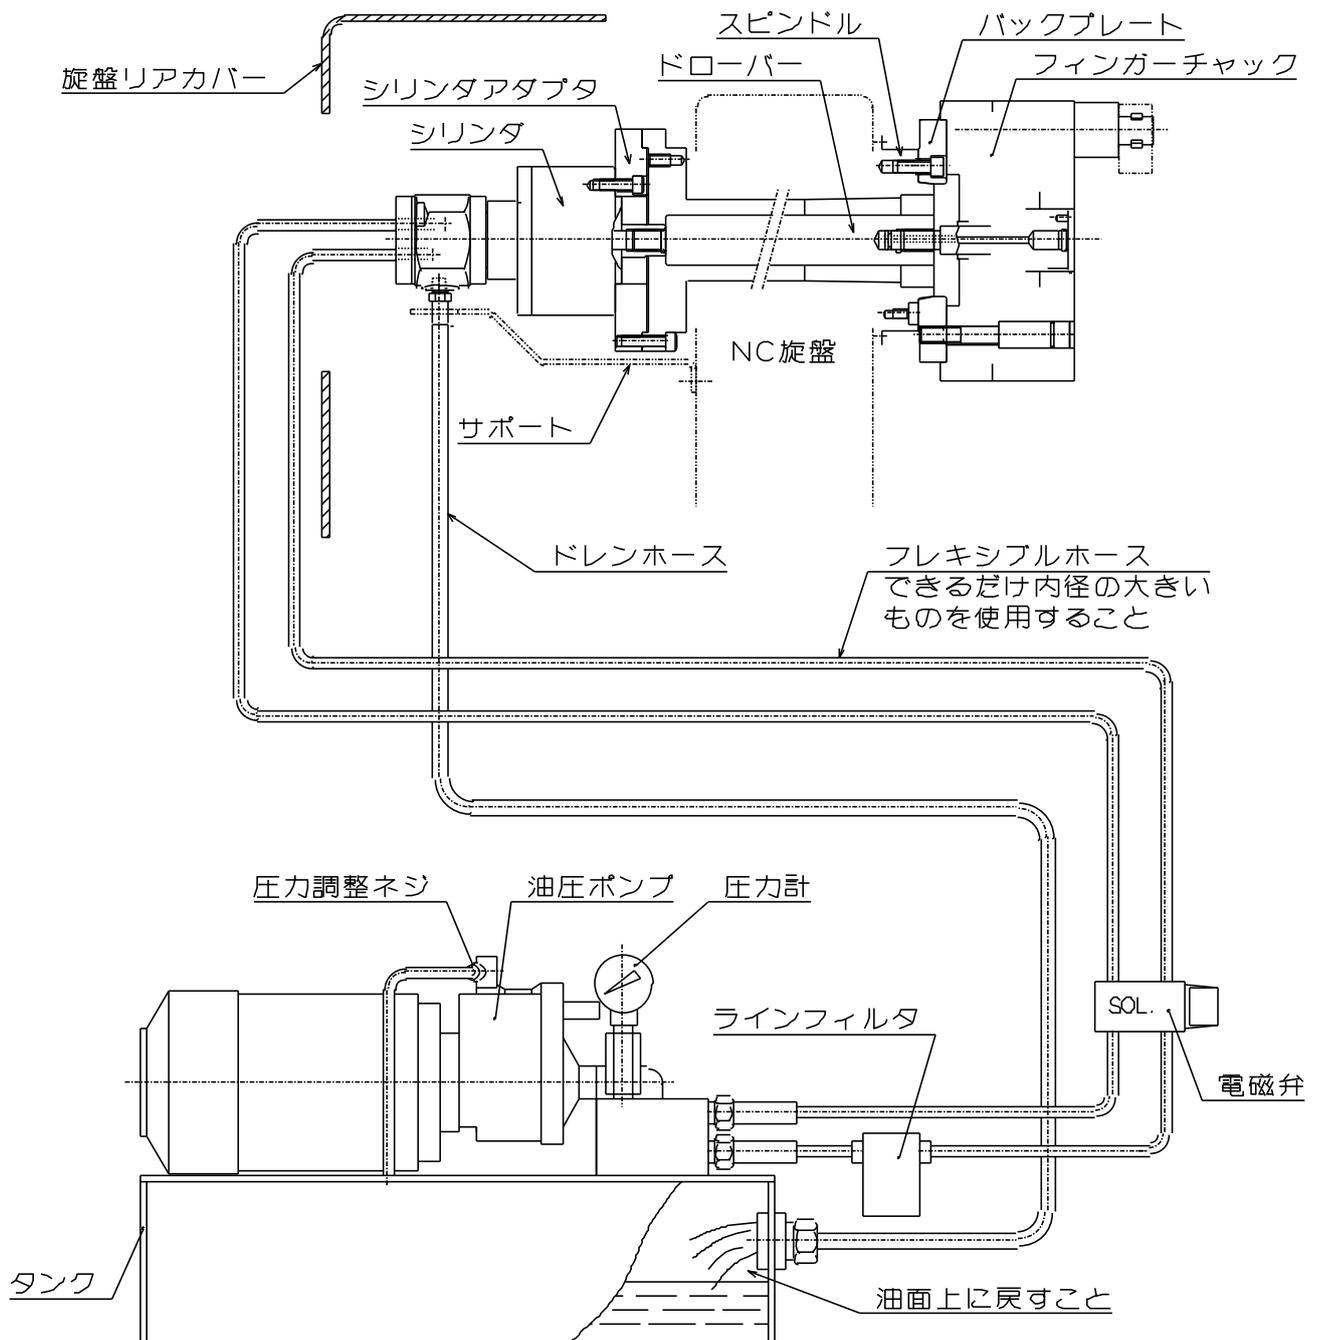

図 9
- ・ ドレンは必ず油圧ユニットの油面上に戻すこと。(図9参照)